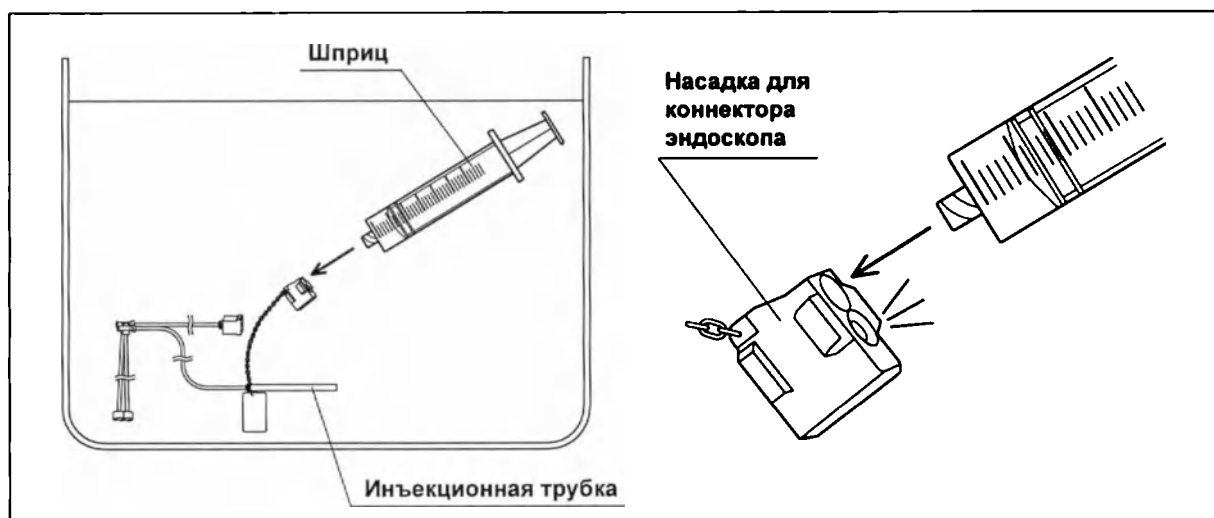

Рис. 6.34
- 7 Полностью погрузив шприц и инъекционную трубку в воду для промывания, медленно оттяните поршень шприца, чтобы заполнить шприц водой для промывания. Затем надавите на поршень, чтобы промыть трубку канала подачи воздух/вода инъекционной трубки 30 мл воды для промывания. Убедитесь, что во время промывания с другой стороны отверстия насадки для коннектора эндоскопа не выделяются пузырьки воздуха. (см. рис. 6.34)